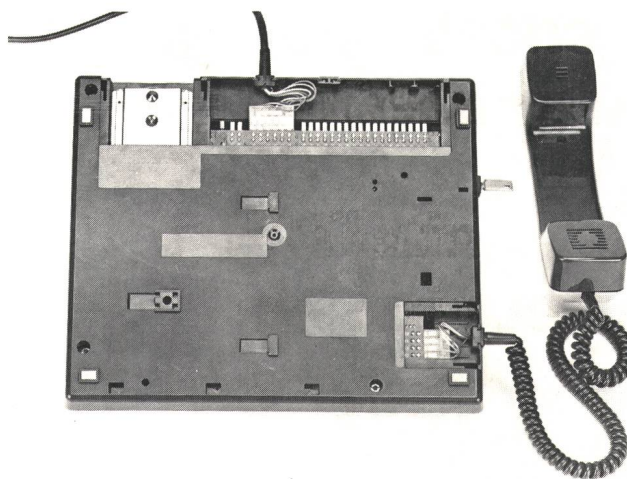

Fig. 18
- Apparate anschliessen (Fig. 18)
- raccorder les appareils (fig. 18)